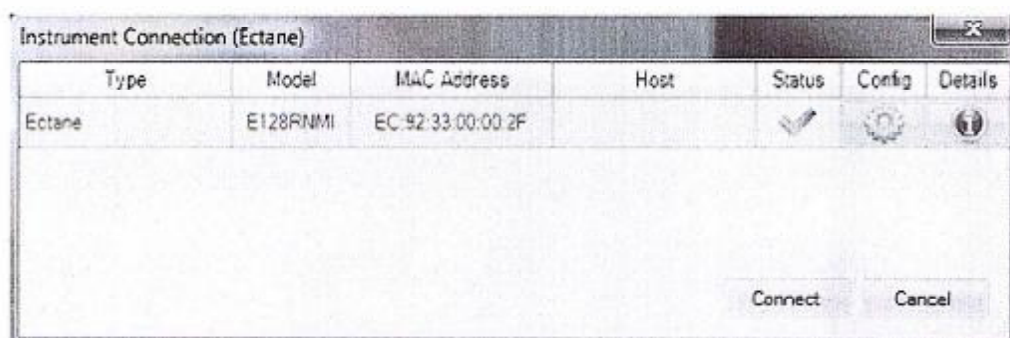

Рисунок 2
8.3.2 Выбрать доступный прибор и нажать кнопку «Connect» (соединить) – рисунок 2. При необходимости ввести MAC Address, указанный на электронном блоке дефектоскопа.